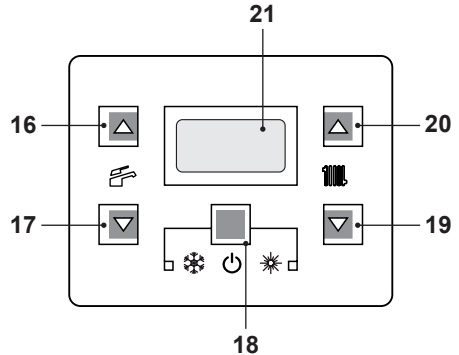

Figura 5.26
Per ottenere questo settaggio bisogna entrare in programmazione premendo contemporaneamente per 10 secondi i tasti 18 - 19 - 20 (Figura 5.26) fino a far apparire sul display LCD le lettere **Pr** che si alternano con il codice **01**, indicanti l'entrata nel "parametro 01" (Figura 5.27).
- Premere contemporaneamente i tasti 18 e 20 (Figura 5.26) fino a far apparire sul display LCD il valore del parametro 04 (Figura 5.29).
- Premendo il tasto 18 (Figura 5.26) si ottiene la conferma del valore inserito.
- Premendo contemporaneamente i tasti 18 e 19 (Figura 5.26) si esce senza modificare il valore (ritorno alla lista parametri (Figura 5.28)).
- Premendo contemporaneamente per 10 secondi i tasti 18 - 19 - 20 (Figura 5.26) si esce dalla "modalità programmazione".